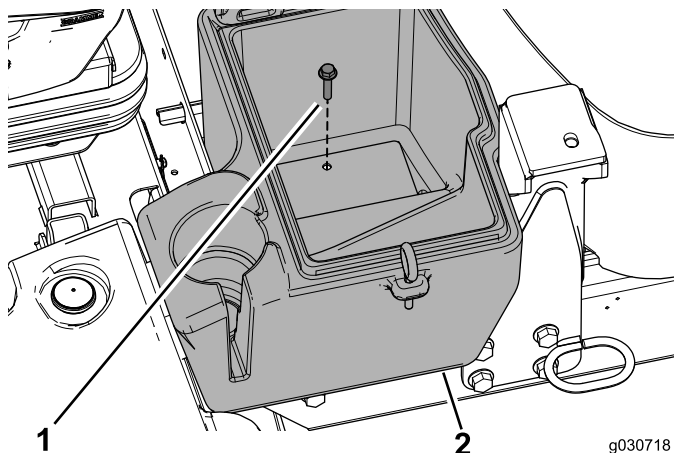

Рисунок 21
4. Закрепите отделение для хранения к машине с помощью болта (5/16 x 1-1/2 дюйма) (Рисунок 21).